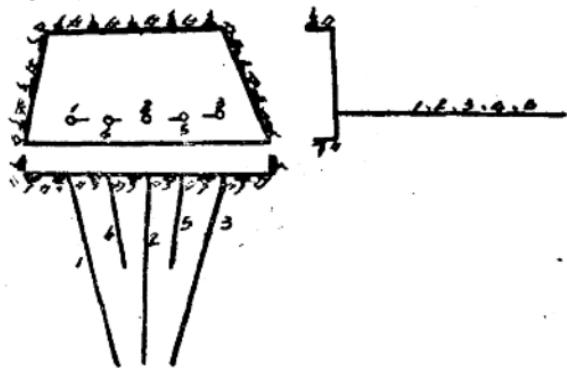

图4 V形六米深孔掏槽炮眼布置
4. V形六米深孔掏槽(图4)：适用于煤层中硬、薄煤层或煤层厚1.5米以下的巷道中。